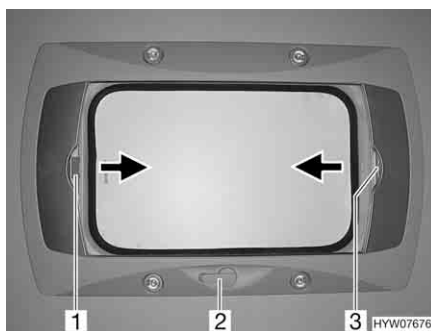

Fig. 36 Oblò a manovella
- Ruotare la manovella (Fig. 36,2) fino a quando non si incontra resistenza (angolo di apertura max. 70°).
**Chiusura:** ■ Tirare la tendina oscurante pieghevole per la maniglia (Fig. 36,3) nella direzione della freccia fino alla posizione desiderata e rilasciare. La tendina oscurante pieghevole rimane in questa posizione.
**Chiusura:** ■ Tirare la zanzariera a rullo per la maniglia (Fig. 36,1) nella direzione della freccia verso la maniglia contrapposta della tendina oscurante pieghevole (Fig. 36,3) e farla innestare.
**Apertura:** ■ Tirare la maniglia della zanzariera a rullo (Fig. 36,1) dietro, verso l'alto, e sganciare la zanzariera a rullo dalla tendina oscurante pieghevole (Fig. 36,3).